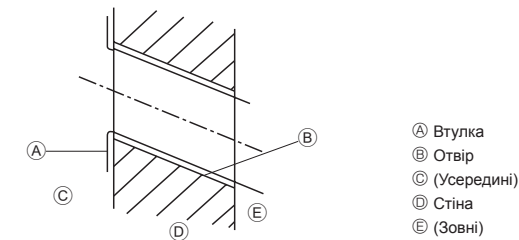

Fig. 3-3
3.2.2. Свердління отвору для труби (Fig. 3-3)